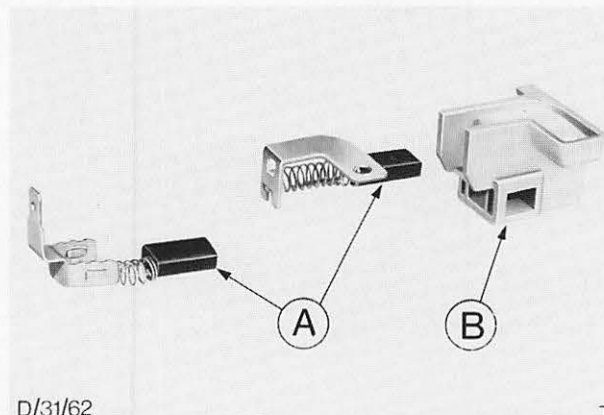

Abb. 89 A = Kohlebürsten B = Bürstenhalter
5. Neue Kohlebürsten A in Abb. 89 in den Bürstenhalter „B“ einsetzen.